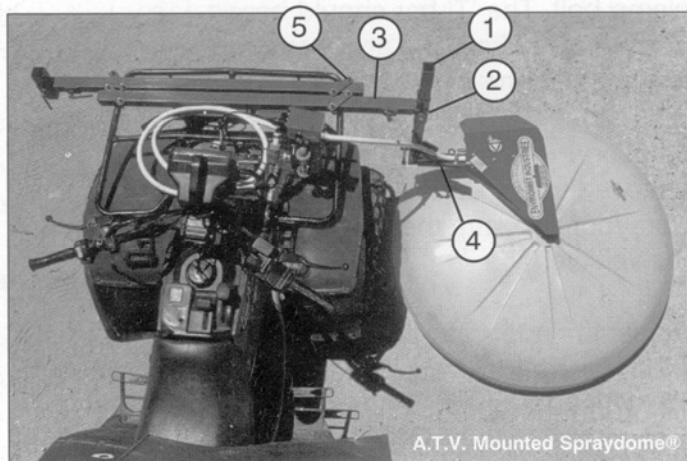

Figure 5. Montage sur Quad
Voir photos et schéma page 14, figures 5, 6, 7, 8.
3. Enlevez la barre de support verticale (n°1, fig. 5) de l'Undavina® ou du Spraydome®.
4. Fixez la barre de support verticale (n°1, fig. 5) au support sur le bras du châssis (n°4, fig. 5) en utilisant le crampon, les rondelles et les écrous fournis . Insérez le crampon de l'avant de l'Undavina® ou du Spraydome®, et placez l'écrou de verrouillage (n°1, fig. 6, écrou du châssis) sur la tige, et l'écrou Nyloc au bas de la tige (fig. 6).
Montage sur un Quad : figure 5, pages 14 et 15
Placez le(s) tube(s) de fixation (n°3, fig. 5) en travers du châssis avant du quad avec la barre en "T" ou le Bras d'Ajustement (n°2, fig. 5) vertical.
- Attachez fermement le(s) tube(s) de fixation en utilisant l'ensemble des pièces d'assemblage fournies (n°2, fig. 5), en prenant soin de ne pas trop serrer les manilles pour ne pas risquer d'écraser les tubes du châssis.